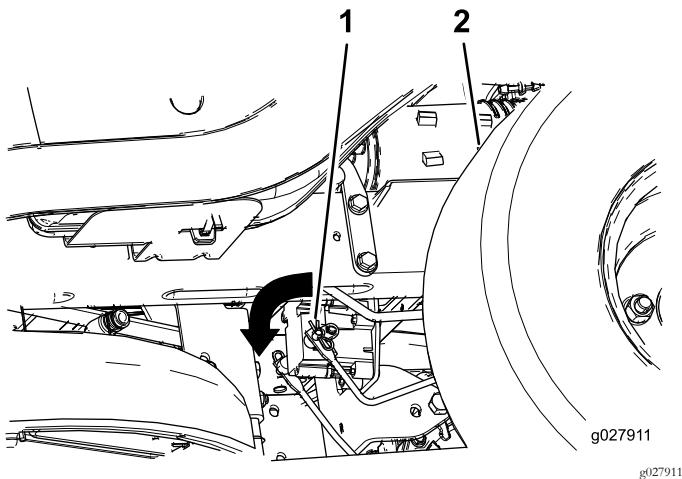

Figura 48
2. Localice el eje del freno eléctrico al que están conectados los brazos de enganche de los frenos (Figura 48).